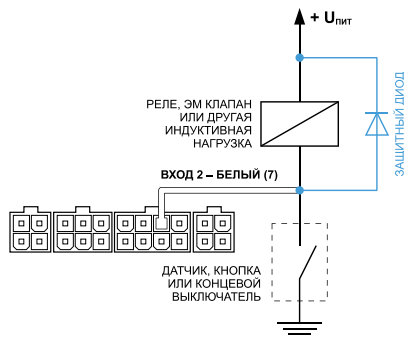

Рисунок 1.
1. Защитный диод (рис.1) – устанавливается параллельно индуктивной нагрузке. При этом ток защитного диода ($I_{\text{диода, прямой}}$) должен быть не менее $1.5 \cdot I_{\text{удержания катушки}}$. Если ток удержания катушки неизвестен или есть сомнения, следует использовать схему включения с защитным реле.